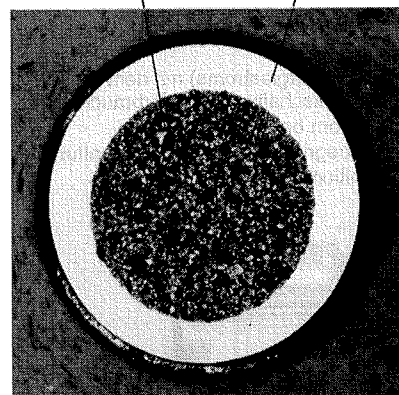

Abb. 2
2. Supraleiter zur Messung des elektr. Widerstandes (Abb. 2 und 3)